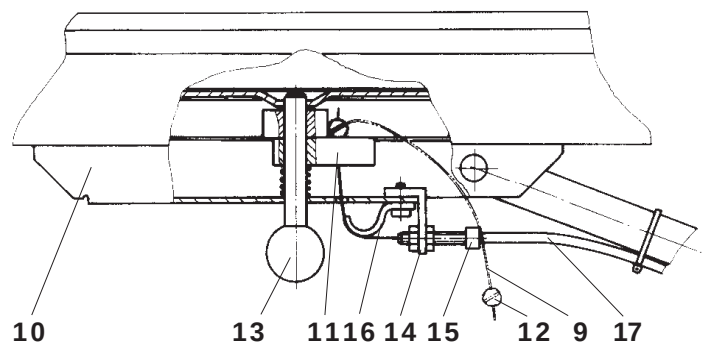
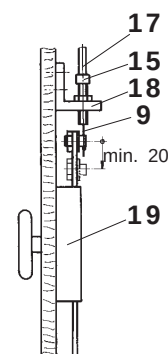

Fig. 6
Fig. 7
Déverrouillage manuel ENTRA Fig. 6 et Fig. 7
- Enfiler le câble (9) à travers le trou dans le coulisseau (10) et dans la pièce de guidage (11). Saisir l'extrémité du câble et monter le raccord fileté (12).
- Retirer le câble (9) jusqu'à ce que le bouton rouge (13) bouge.
- Monter l'équerre (14) avec la vis (15) et le guidage du câble (16).
- Tirer le câble (9) vers la serrure de la porte, à travers la vis (15) et la gaine du câble Bowden (17), en passant par la tringle.
- Visser l'équerre (18) de guidage sur la porte.
- Raccorder le câble (9) à la serrure de porte (19) selon Fig. 7 et tendre le câble.
- Débrayer la porte au coulisseau (10) en tirant le bouton rouge (13), Fig 6. Ouvrir et refermer la porte à la main. Elle doit se déplacer aisément, sans rencontrer des obstacles.